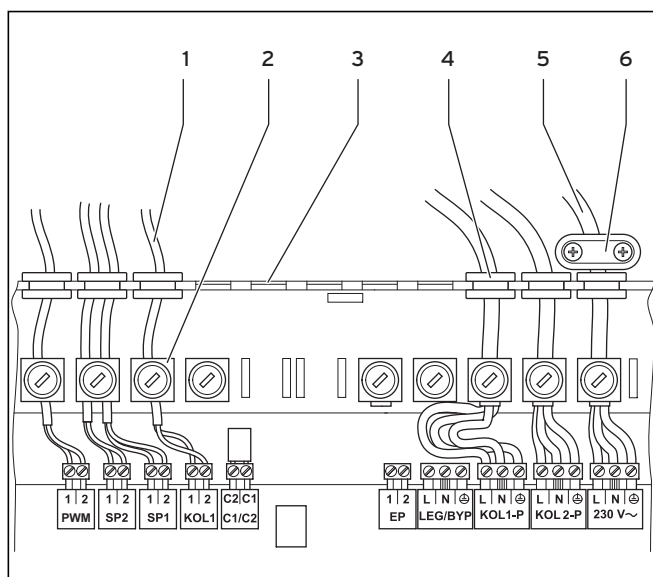

Fig. 5.7 Cablaggio della linea della scatola di comando
- Cablare la scatola di comando secondo lo schema idraulico (vedere figure 5.7, 5.8 e 5.9).